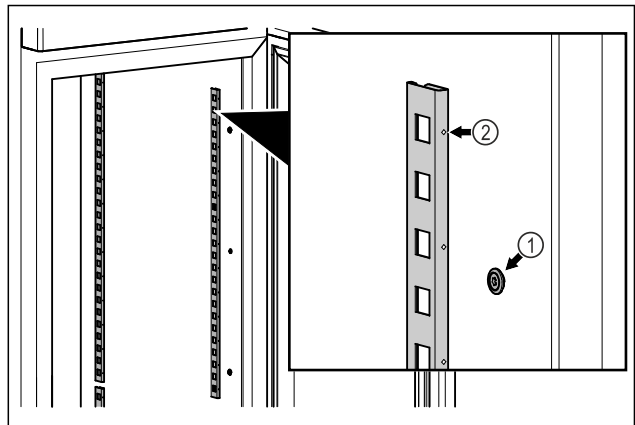

Fig. 58 Exempel
- ▶ Haka fast haklisterna i upphängningen Fig. 58 (1). Markeringen Fig. 58 (2) måste peka framåt.